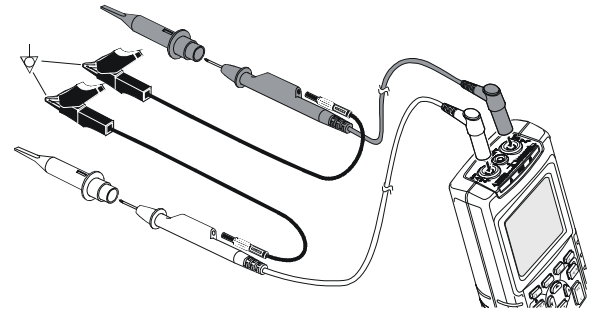

Abbildung 3-2. Erdung mit der kurzen Masseleitung
- Benutzen Sie zur Messung von DC- oder AC-Signalen an Eingang A und Eingang B die kurze(n) Masseleitung(en). (Siehe Abbildung 3-2.)